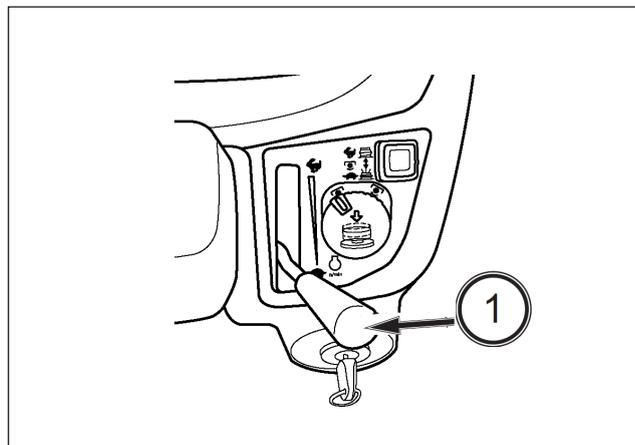

FIG. 47
FIG. 47: La palanca de aceleración de mano (1) ajusta el régimen motor y mantiene la posición seleccionada por el usuario. Si la palanca está hacia atrás, el motor funciona en ralentí. El régimen del motor aumenta a medida que la palanca se posiciona hacia adelante.